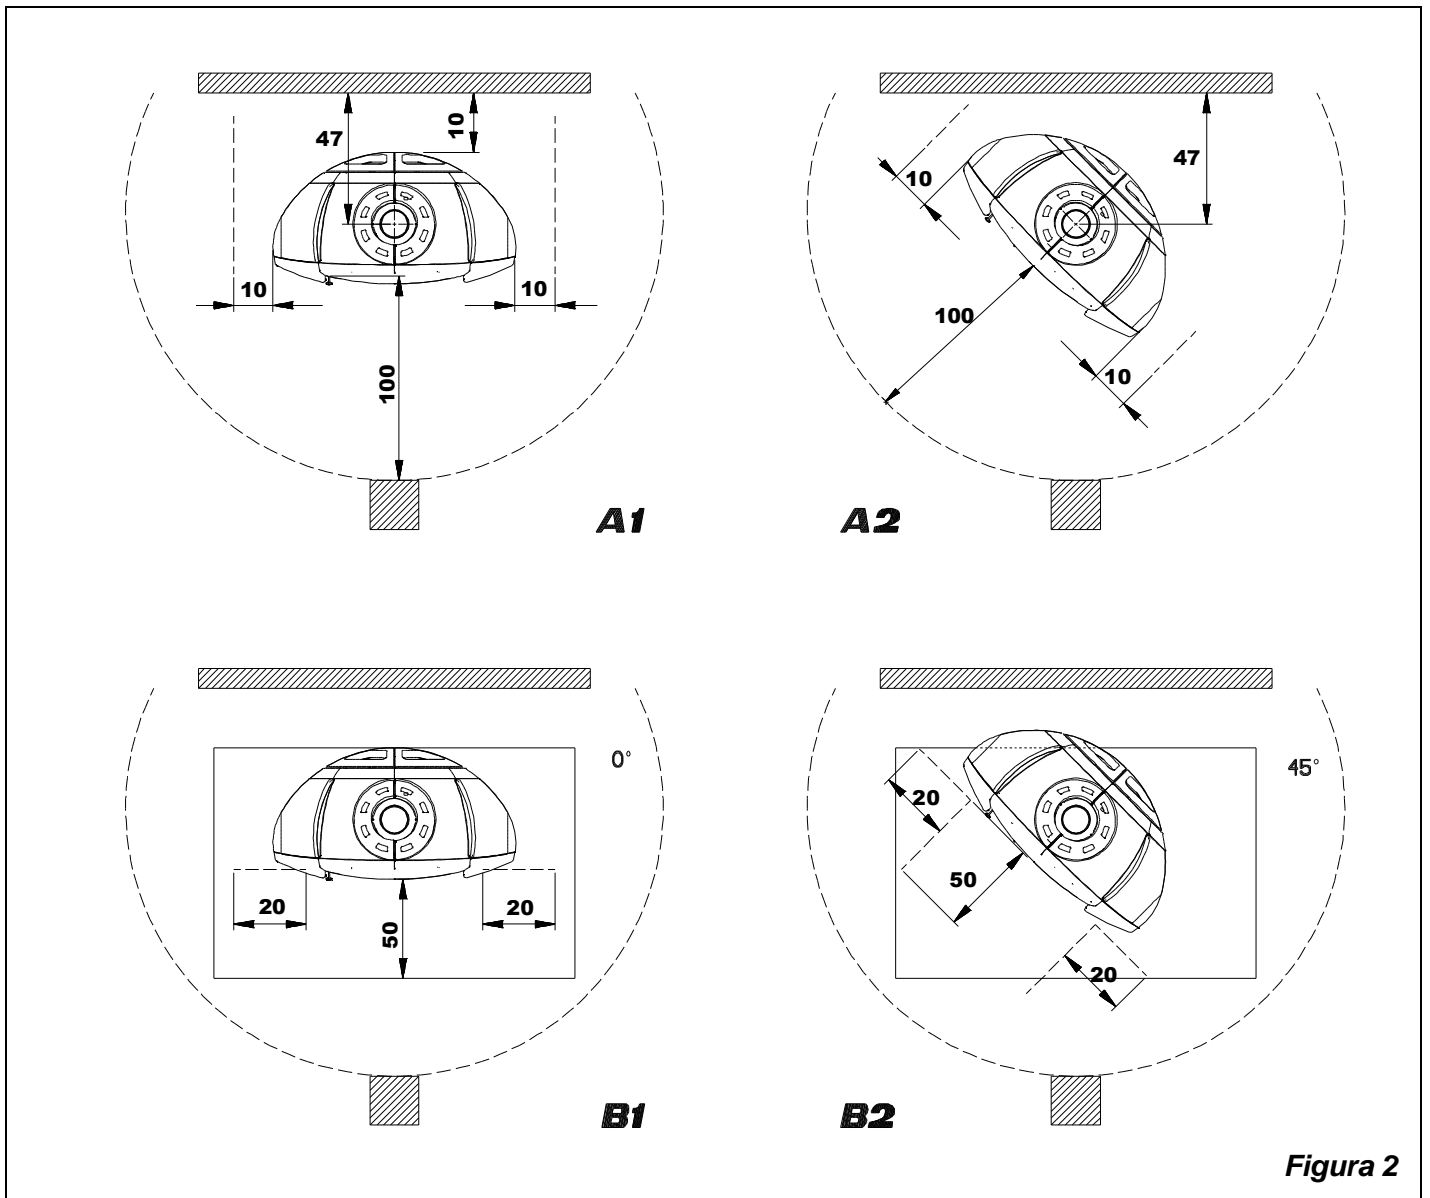

Figura 2
- a) Al fine di assicurare un sufficiente isolamento termico, rispettare la distanza minima di sicurezza dal retro e da entrambi i lati da elementi costruttivi ed oggetti infiammabili e sensibili al calore (mobili, rivestimenti di legno, stoffe ecc.) (vedi Figura 2 **A1 A2**). **Tutte le distanze minime di sicurezza sono indicate sulla targhetta tecnica del prodotto e NON si deve scendere al di sotto dei valori indicati.**
- c) qualora il prodotto venga installato su un pavimento di materiale infiammabile, bisogna prevedere un sottofondo ignifugo. **I pavimenti in materiale infiammabile**, come moquette, parquet o sughero etc., **devono essere sostituiti** da uno strato di materiale non infiammabile, ad esempio ceramica, pietra, vetro o acciaio etc. (dimensioni secondo l'ordinamento regionale). Il sottofondo deve sporgere frontalmente di almeno **50cm** e lateralmente di almeno **20cm** oltre all'apertura della porta di carico, tenendo conto anche della possibilità di rotazione della stufa .(vedi Figura 2 **B1 B2**)